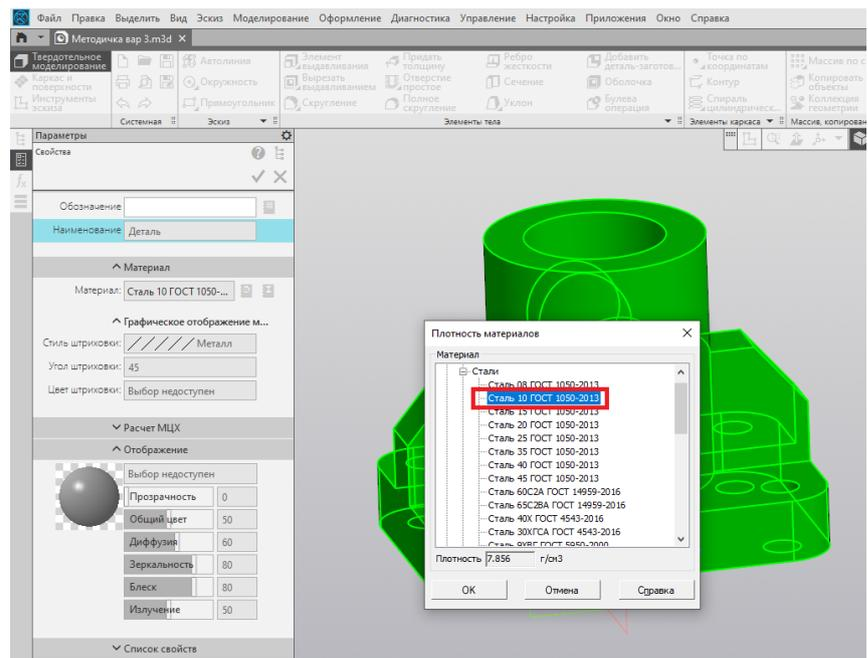

Рис. 163
2. Из библиотеки материалов выбираем необходимый материал (рис. 163).